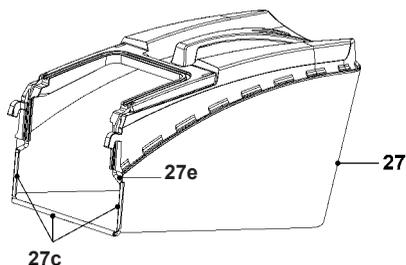

Рис. 4
1. Прикрепите резиновые зажимы (27с) к стержню (27е), если они не были установлены предварительно (рис. 4).
2. Травосборник (27) теперь готов к использованию (рис. 4).